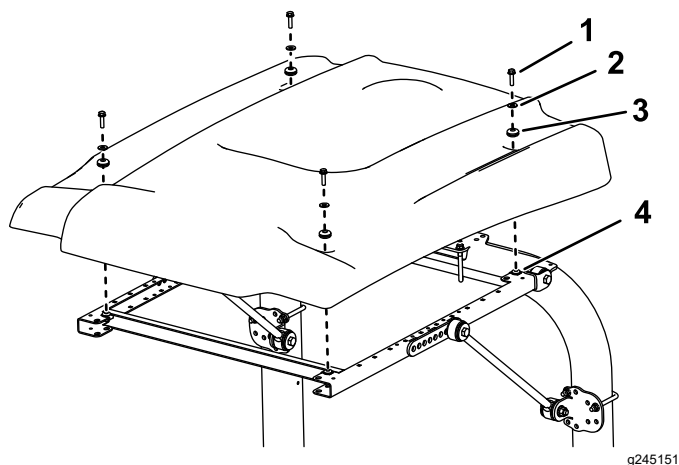

Bild 41
15. Positionieren Sie das Sonnendach beim Ausfluchten der Befestigungslöcher am Rahmen wie in Bild 41 abgebildet.
16. Befestigen Sie jede Ecke des Sonnendachs mit einer Bundkopfschraube (5/16" x 1 1/4"), einer kleinen Scheiben und einer Scheibe lose am Rahmen (Bild 41).